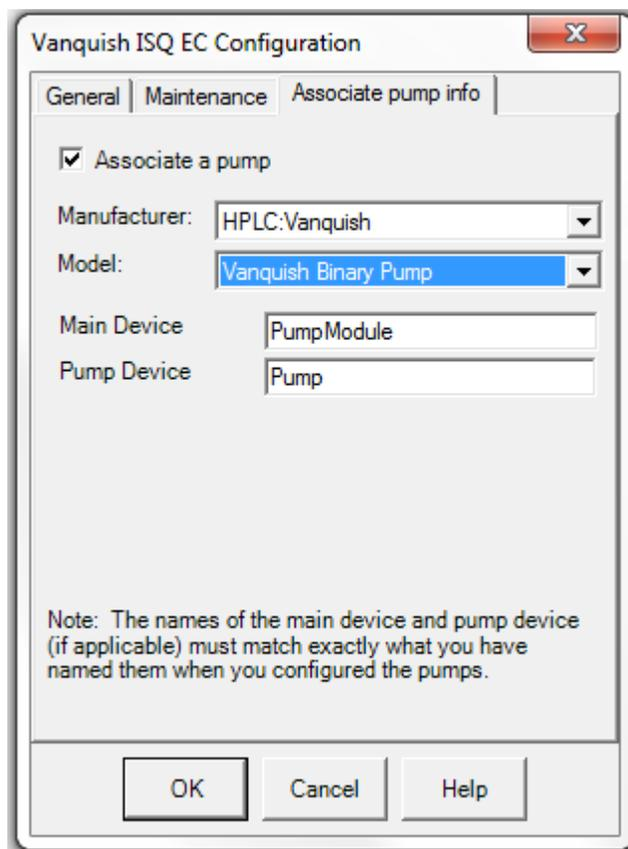

Figure 73 : configuration du MS : saisie des noms d'appareil
- 29) Saisissez les noms de **Main Device** (appareil principal) et **Pump Device** (pompe). Les noms doivent correspondre à ceux saisis avec la pompe. Reportez-vous à la Figure 73.